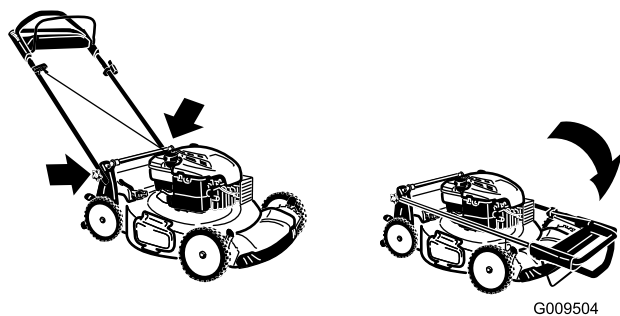

Figure 20
3. Pliez la moitié supérieure du guidon en avant de la manière indiquée (Figure 20).